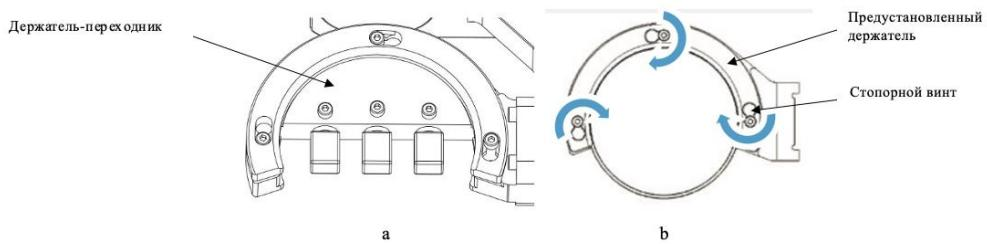

Рисунок 9
2. В ручном режиме нажмите кнопку «FIRST REFERENCE» (ПЕРВАЯ ТОЧКА ОТСЧЕТА). Все оси автоматически переместятся в положение, подходящее для установки/снятия обрабатываемой заготовки. Закрепите в предустановленном держателе держатель-переходник (см. рисунок 9 – а) или обрабатываемую заготовку напрямую (б) и затяните стопорные винты. Рекомендуемый крутящий момент для затягивания винтов: 3 Н*м.